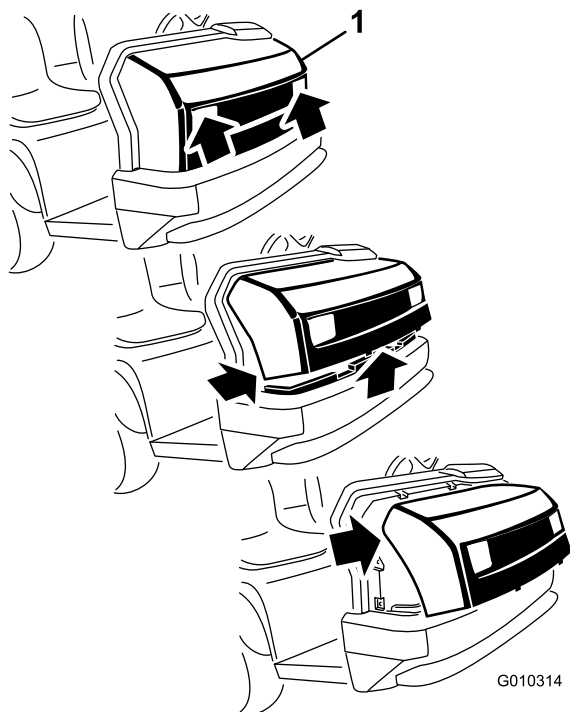

Bild 1
6. Fassen Sie die Motorhaube in den Scheinwerferöffnungen an und heben sie an, um die unteren Befestigungsnasen aus den Schlitzen in der Stoßstange zu heben (Bild 1).
7. Drehen Sie die Unterseite der Motorhaube nach oben, bis Sie die oberen Befestigungsnasen aus den Rahmenschlitten ziehen können (Bild 1).
8. Drehen Sie die Oberseite der Motorhaube nach vorne und ziehen Sie die Kabelanschlüsse von den Scheinwerfern ab (Bild 1).